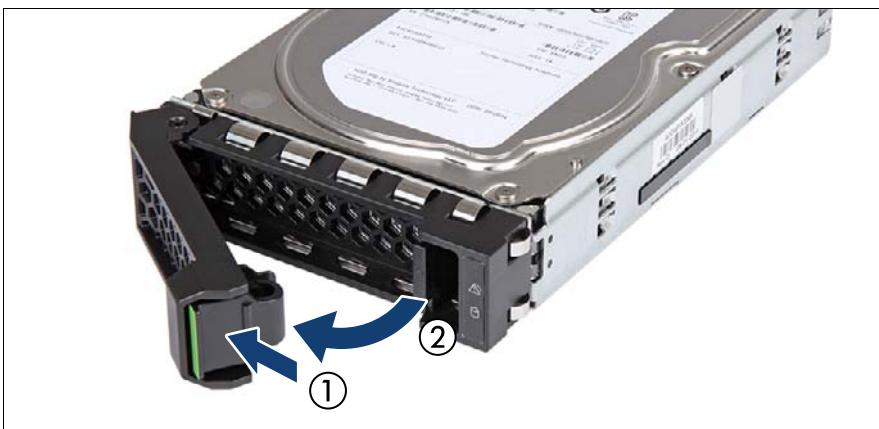

図 133: 3.5 インチ HDD モジュールのロックレバーを開く
- ▶ 緑色のロッキングラッチをはさんで、ロックレバーを開きます (217 ページの図 133)。